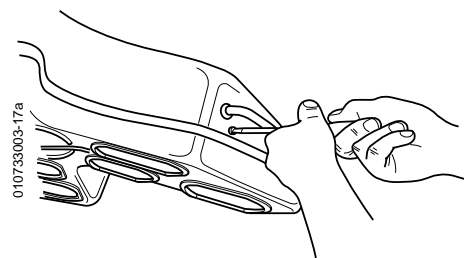

FIG. 2
- 2) Dévisser les 8 vis imperdables et retirer le grand capot supérieur (FIG. 2).